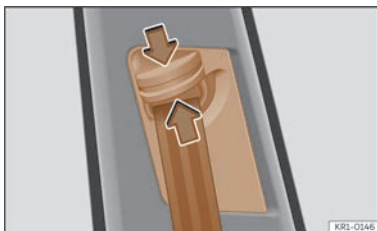

Fig. 27 Lângă scaunele din față: dispozitiv de reglare pe înălțime a centurii de siguranță.
- Țineți apăsat dispozitivul de ghidare, în direcția indicată de săgeată >>> **fig. 27**.